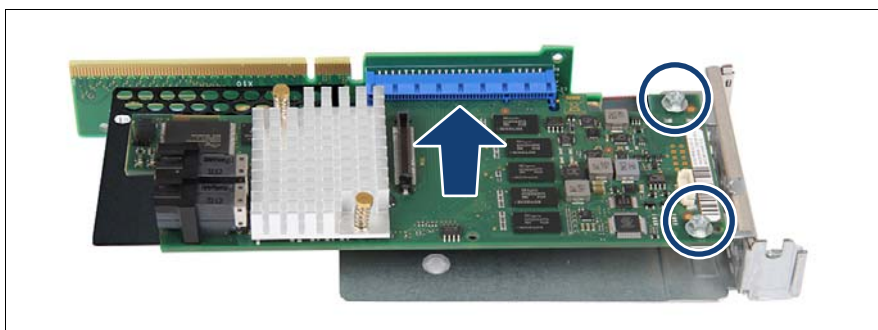

図 124: 拡張カードの取り付け - ライザーモジュール 1、スロット 1 の例 1
- ▶ スロット : 2 本のネジを取り外します (図 124 を参照)。